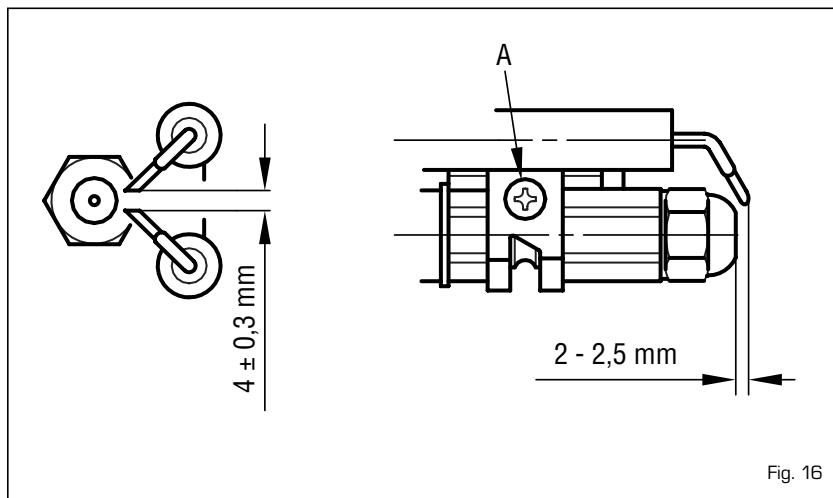

Fig. 16
Para efectuar la limpieza del cabezal de combustión proceder como sigue a continuación (fig. 16):
- Aflojar los tornillos (A fig. 16) del soporte de electrodos y quitelo.